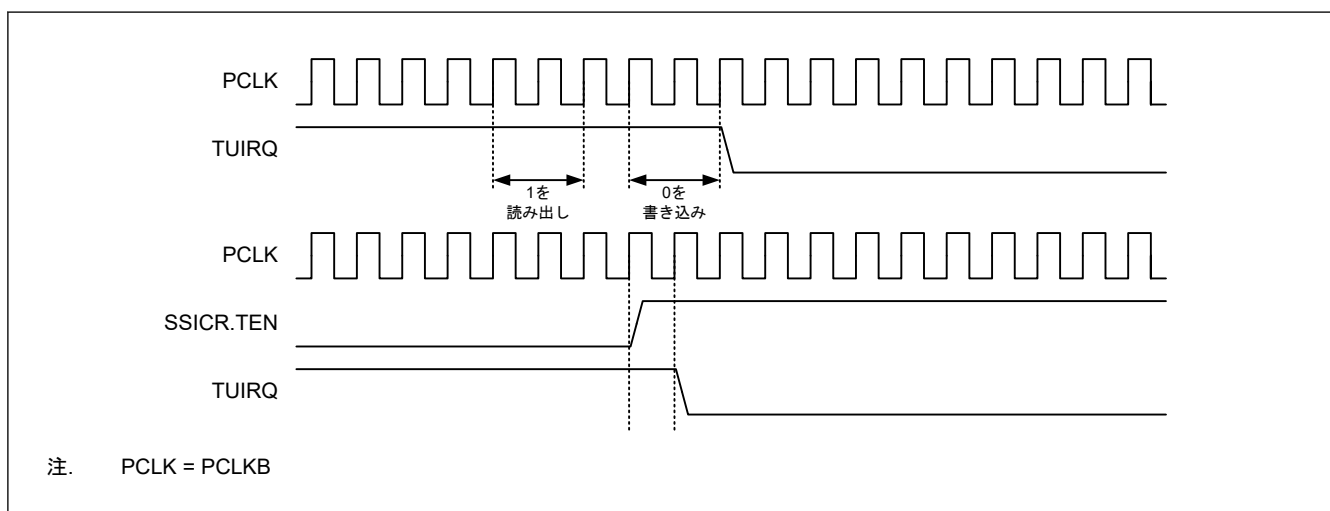

図 34.19 TUIRQ クリアタイミング
1. このビットから 1 を読み出したあとに 0 を書き込んだとき (図 34.19 のタイミングと同じ)